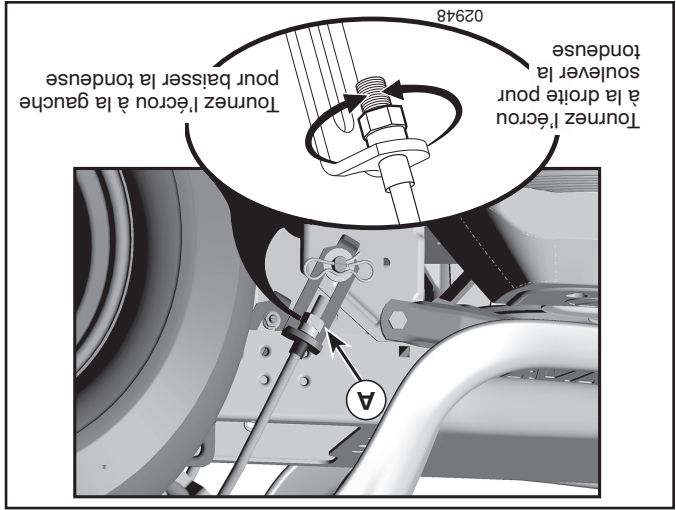

Fig. 28
- AJUSTEMENT LATÉRAL VISUEL (Voir Fig. 28)
- À l'aide d'une clé ajustable ou de 3/4", tournez l'écrou de réglage de la bielle de levage (A) vers la gauche pour abaisser le côté gauche de la tondeuse, ou vers la droite pour la soulever le côté droit de la tondeuse.